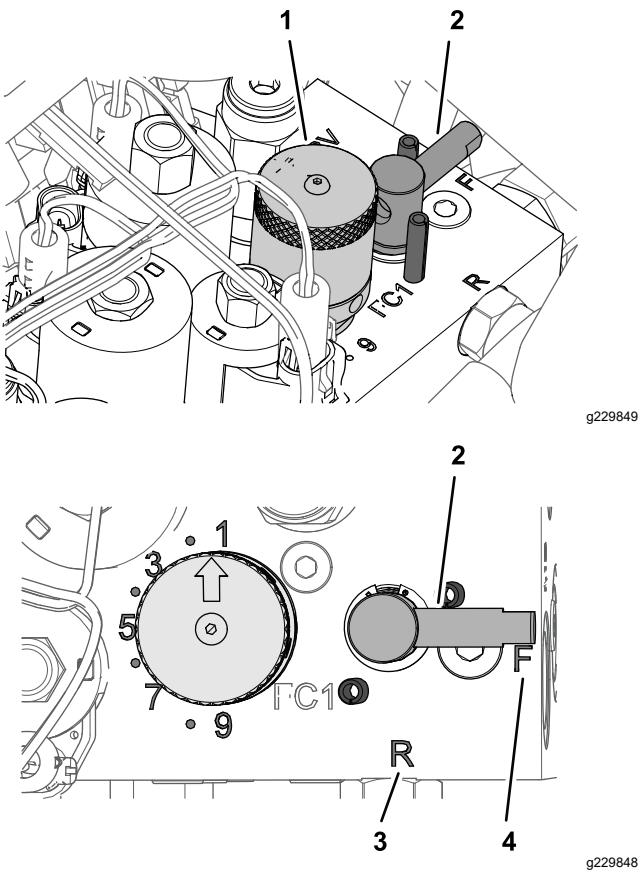

Рисунок 55
4. Поверните рычаг заточки обратным вращением в положение R (Рисунок 55).
5. Поверните ручку регулятора частоты вращения барабана на настройку 1 (Рисунок 55).